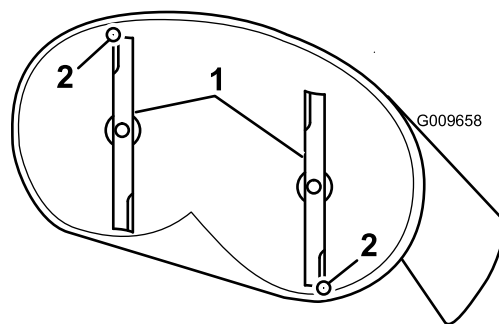
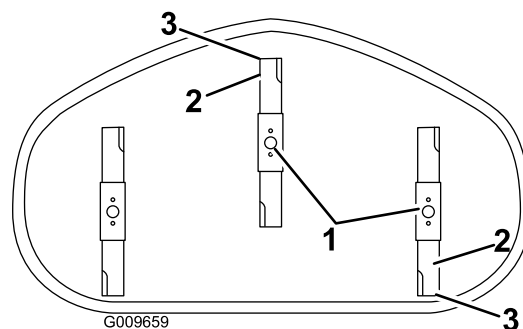

Figura 65
Figura 66
4. Girate con cautela le lame in modo che siano disposte longitudinalmente (Figura 65 e Figura 66).
5. Misurate il valore dalla punta della lama anteriore e dalla punta della lama posteriore alla superficie piana (Figura 65 e Figura 66).
9. Dopo la regolazione, ricontrollate l'inclinazione longitudinale e continuate la regolazione del dado finché la punta della lama anteriore non è più bassa di 1,6-7,9 mm rispetto a quella posteriore (Figura 65 e Figura 66).